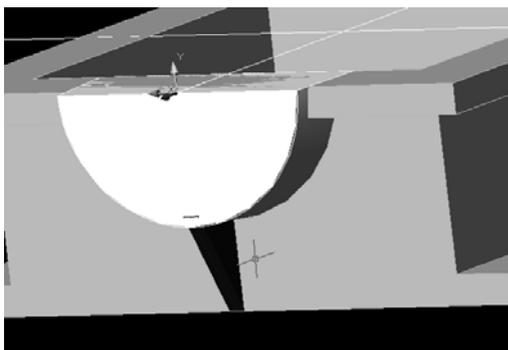

Рисунок 5.12
– сформировать ребро жесткости (рисунок 5.12):